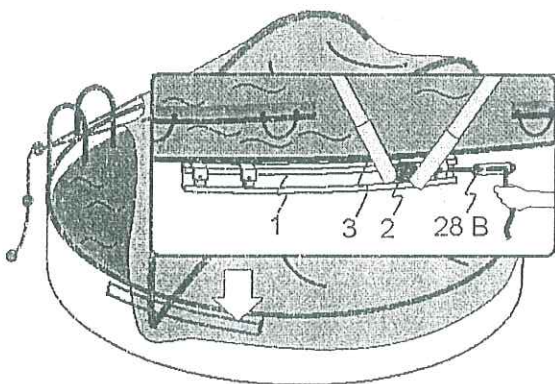

Abb. 10.3
- Das Zugseil an die Einstiegsleiter anhaken. Cabrio Dome entlang des „C“ Profils (1) schieben und das Seil (4) im Schieber (2) in den Spanner (28/B) einklemmen. (Abb. 10.3)